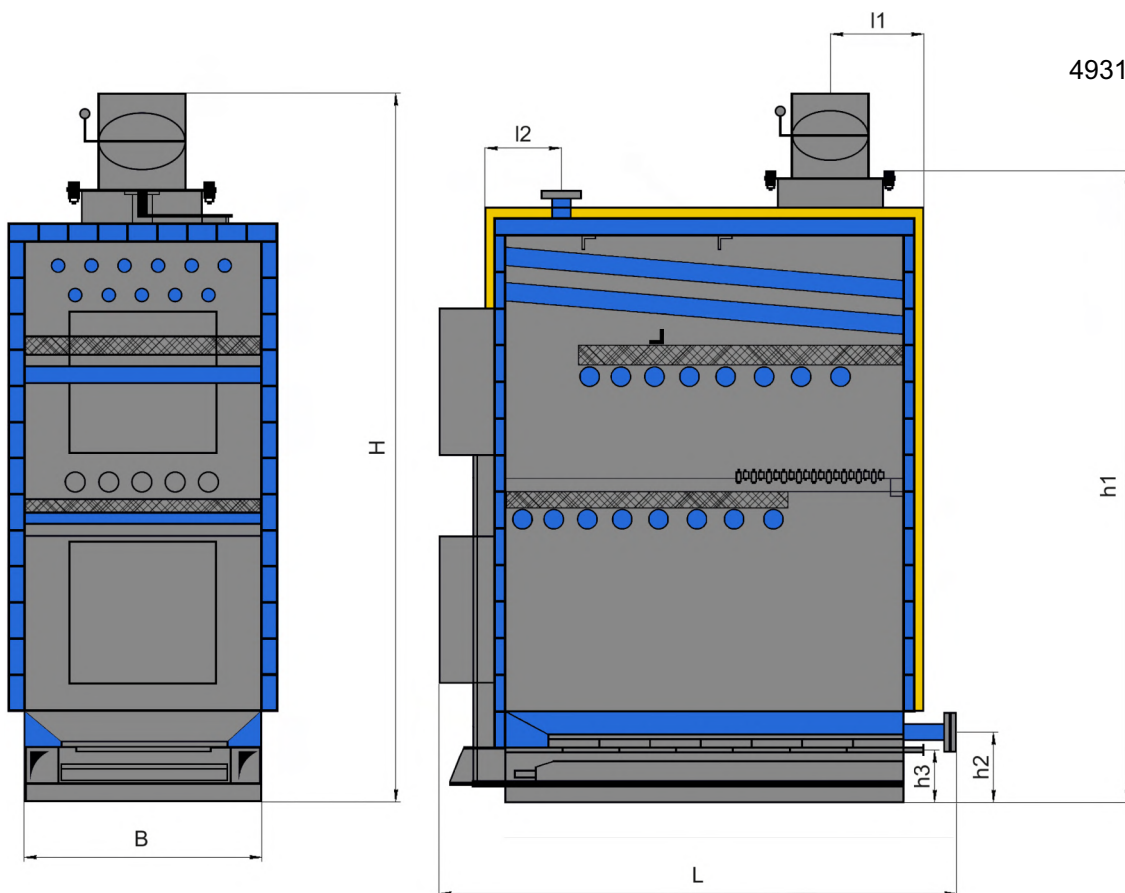

Рисунок 1 - Габаритные и присоединительные размеры Котлов моделей P 150 - 500 базовой комплектации.
Габаритные и присоединительные размеры Котла (см. рис.1), мм:
Котел (рис.1, 2) представляет собой стальной сварной каркас, обшитый снаружи съемной декоративной теплоизолированной облицовкой. Каркас совместно с облицовкой образуют корпус. Корпус устанавливается на собственных опорах (12).